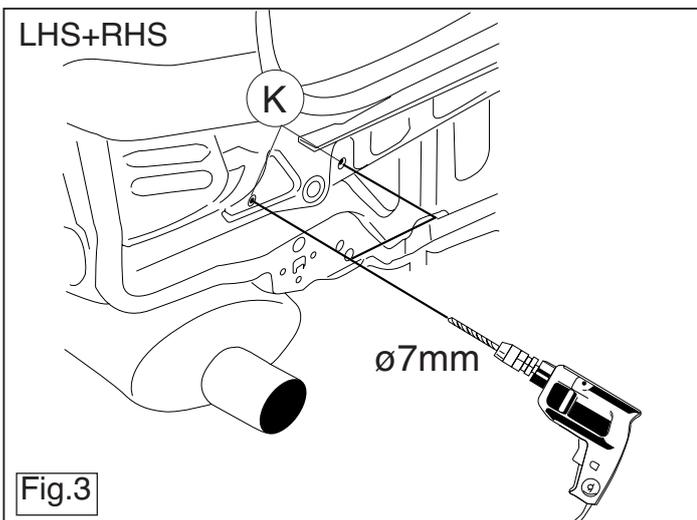

Fig.3
16. Boor de deukjes K rond 7 mm door (fig.3).
16. Drill through the dents K approx. 7 mm (fig.3).
16. Die Einbuchungen etwa 7 mm durchbohren (Abb. 3).
16. Percer les encoches d'environ 7 mm (fig. 3).